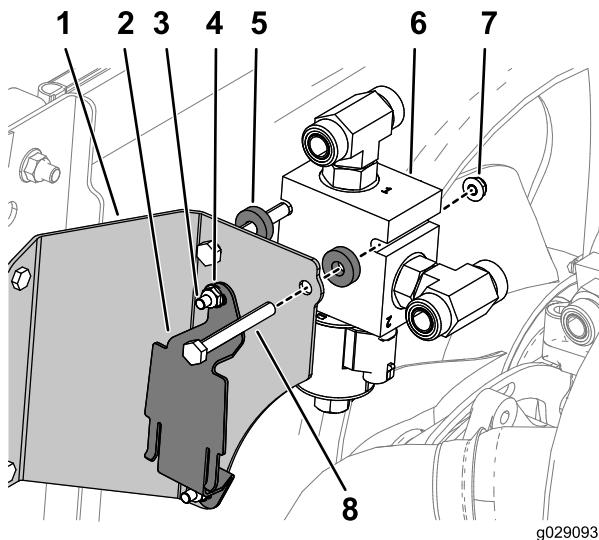

Bild 16
3. Befestigen Sie die Halterung des Kühlerausdehnungsgefäßes mit zwei Schrauben ($\frac{1}{4}$ " x $\frac{3}{4}$ ") und zwei Muttern ($\frac{1}{4}$ ") an der Verteilerhalterung, wie in Bild 16 abgebildet.
5. Befestigen Sie den Verteiler mit zwei Schrauben (5/16" x $2\frac{3}{4}$ "), zwei Distanzstücken und zwei Muttern an der Halterung, wie in Bild 16 abgebildet.